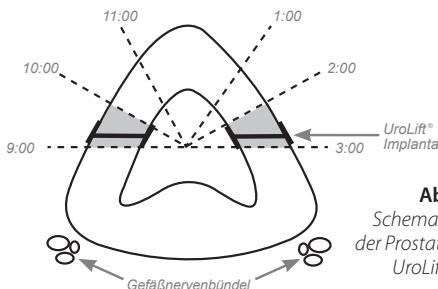

Abbildung 3
- 2.7 Um externe Prostatastrukturen (z. B. Gefäßnervenbündel) zu umgehen, sind UroLift Implantate anterior zur Prostata, jeweils zwischen den 2-3- und 9-10-Uhr-Positionen zu implantieren (**Abbildung 3**).
- 2.9 Die Behandlungsstelle im Voraus bestimmen. Hierzu die Spitze des Einführgeräts lateral – normalerweise auf 2-3 Uhr oder 9-10 Uhr (**Abbildung 3**) – in der Blase ausrichten und dann das Gerät langsam nach distal bewegen, um das Prostatabett vom Blasenhals bis zum Samenhügel zu visualisieren.